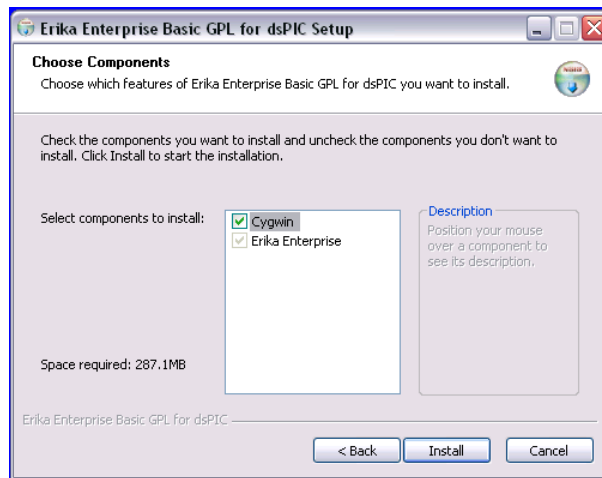

Figura 2.1: Questa figura visualizza la dialog box contenente i pacchetti di installazione disponibili.
5. Il pacchetto richiederà la selezione di una lista di pacchetti da installare. Selezionate i pacchetti da installare e proseguite con la procedura di installazione (vedere Figura 2.1).